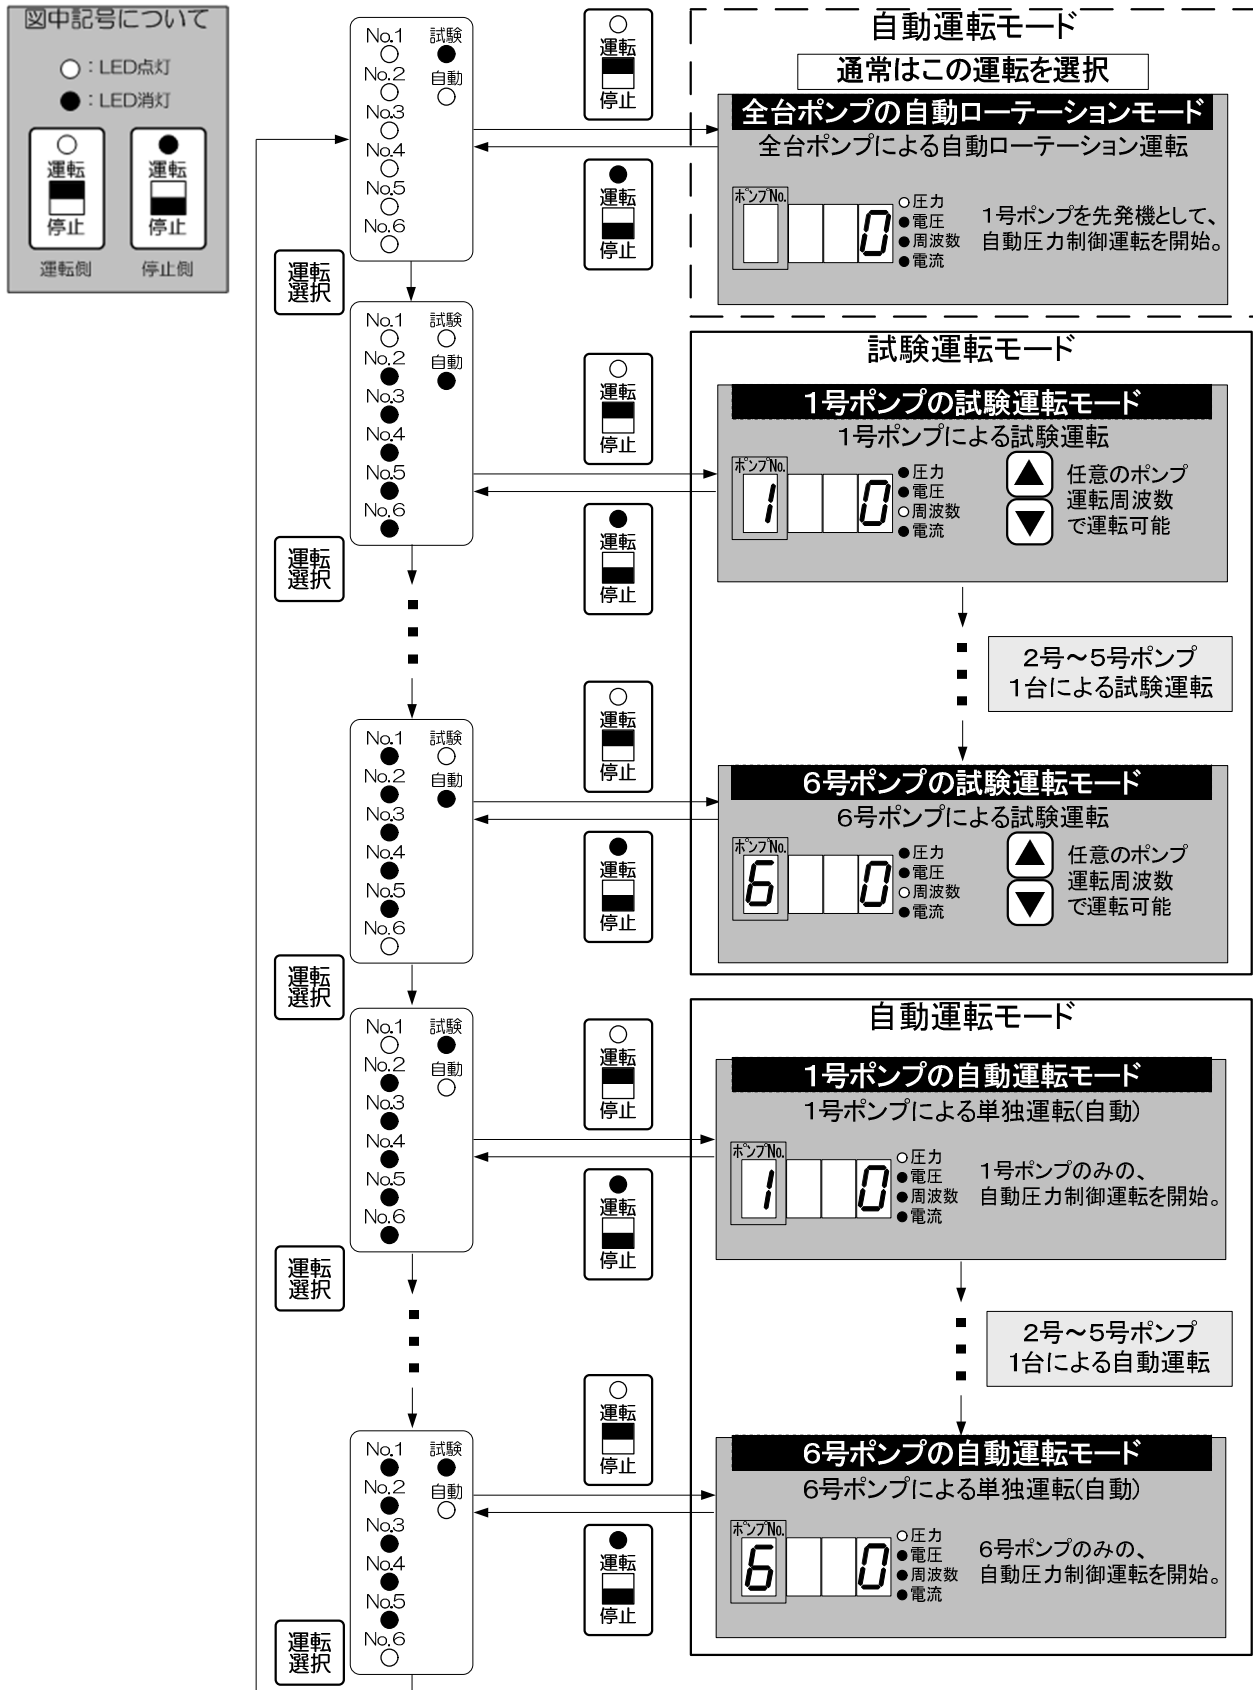

図 6-11 運転モードの操作方法
- (2) 【運転停止スイッチ】が、停止側になっていることを確認してください。
- (3)  ボタンを何回か押して、「1号ポンプの試験運転モード」にしてください。(図6-11参照)
- (4) 【運転停止スイッチ】を、運転側に切替えます。
- (5)   ボタンを押して、運転周波数を変化させ、ポンプの回転速度が変化することを、ご確認ください。
- (6) 【運転停止スイッチ】を停止側に切替えて、ポンプを停止させてください。
- (7)  ボタンを1回押して、「2号ポンプの試験運転モード」にしてください。(図6-11参照)